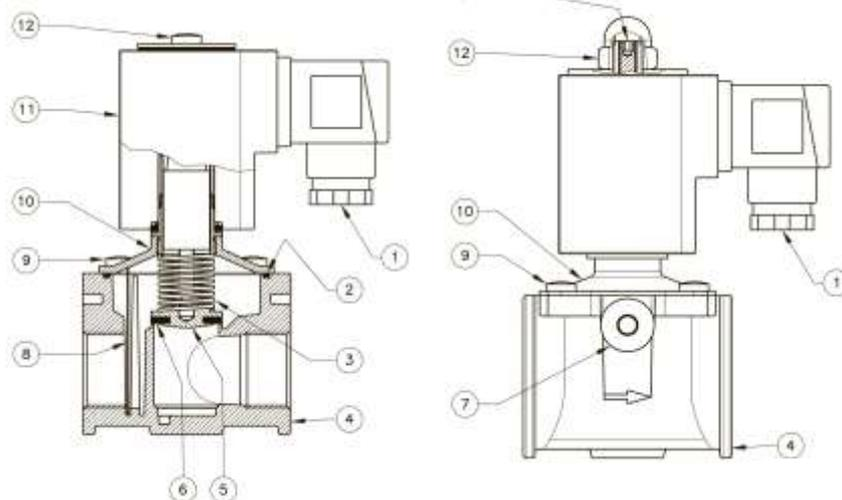

Рис. 1
Клапан (рис. 1) состоит из: электрический коннектор (1); верхнее уплотнительное кольцо (2); пружина запирающего механизма (3); корпус (4); затвор (5); манжета затвора (6); заглушка (7); фильтрующая сетка\* (8) (опция); винт (9); крышка (10); электромагнитная катушка (11); винт крепления электромагнитной катушки (12); винт регулировки расхода (13).